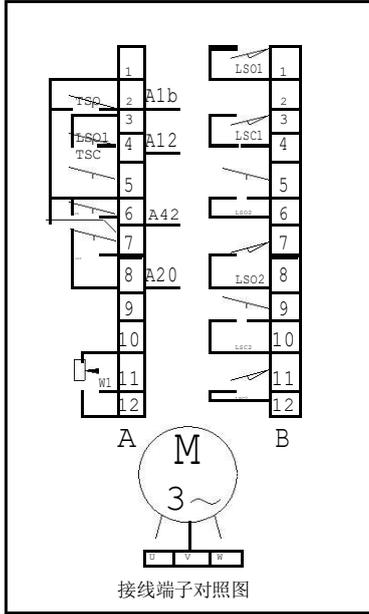

图 13
5.9.1 户外型接线见图 13, (电机为单相 220V 电压 V 端子为公共端)。